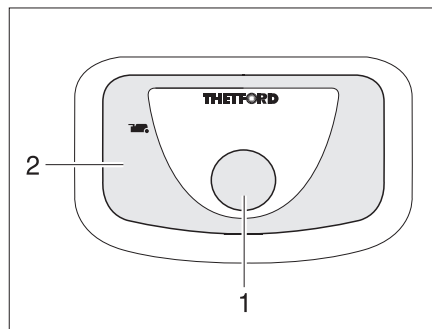

Bild 348 Spolknapp/kontrollampa Thetford-toalett
- För att spola, tryck på den blå spolknappen (Bild 348,1).
Kontrollampan (Bild 348,2) lyser när Thetford-kassetten måste tömmas.
- Skjut spjällspaken (Bild 348,1) medurs. Spjället stängs. För att kunna tömma toaletten **måste** spjället vara stängt i Thetford-toaletten.